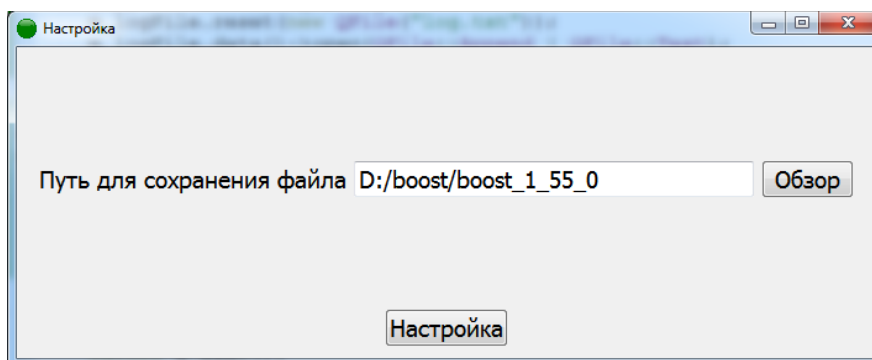

Рисунок 15.16
2. Запустить программу «Янтарь-Блик» с ключом - *service*. В качестве пути для сохранения файла выбрать каталог с установленной программой ЯНТАРЬ-БЛИК (Рисунок 15.16)